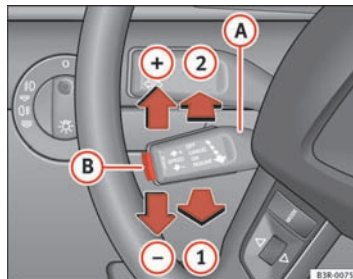

Fig. 151 Éléments de commande du régulateur de vitesse
- Tirez le levier **A** en position \Rightarrow page 190, fig. 151 **1** afin d'activer le système.
- Poussez le levier **A** vers le haut, dans le sens \Rightarrow page 190, fig. 151 **+**.
- Poussez le levier **A** vers le bas, dans le sens \Rightarrow page 190, fig. 151 **-**.
- Chaque fois que vous poussez brièvement le levier **A** vers le haut, dans la direction \Rightarrow page 190, fig. 151 **+**, la vitesse augmente de 2 km/h environ.
- Chaque fois que vous poussez brièvement le levier **A** vers le bas, dans la direction \Rightarrow page 190, fig. 151 **-**, la vitesse diminue de 2 km/h environ.
Si au moment de la mise hors circuit provisoire du dispositif, aucune vitesse n'était programmée, vous pouvez mettre en mémoire une nouvelle vitesse souhaitée en procédant comme suit : conduisez à la vitesse souhaitée, puis appuyez brièvement sur la touche ⇒ page 190, fig. 151 **(B)** (SET).
- Poussez le levier **(A)** ⇒ page 190, fig. 151 en position **(2)** (le faire encliqueter).